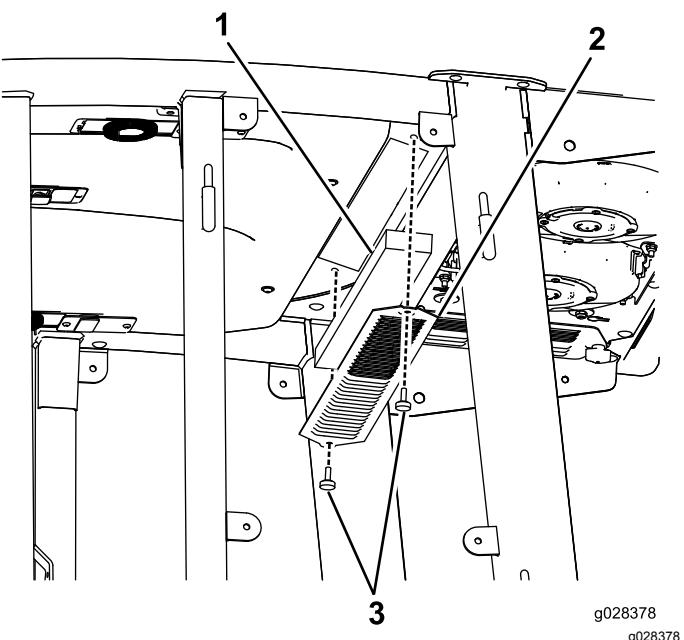
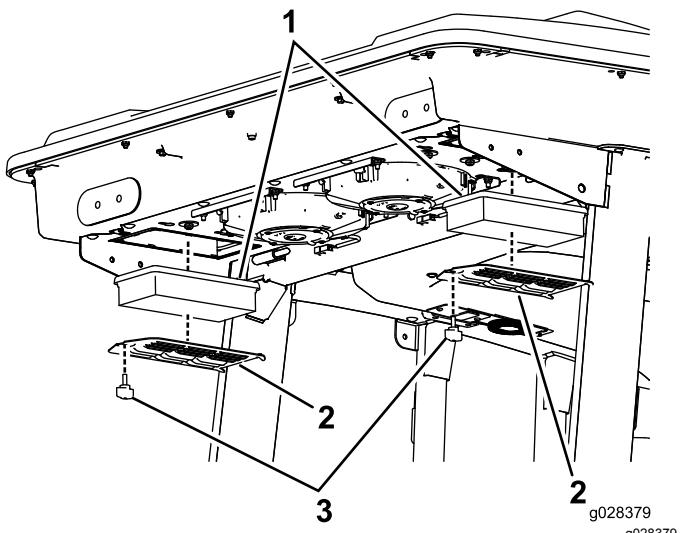
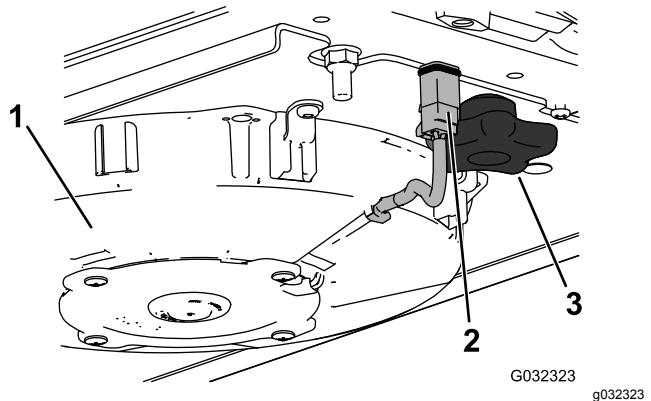
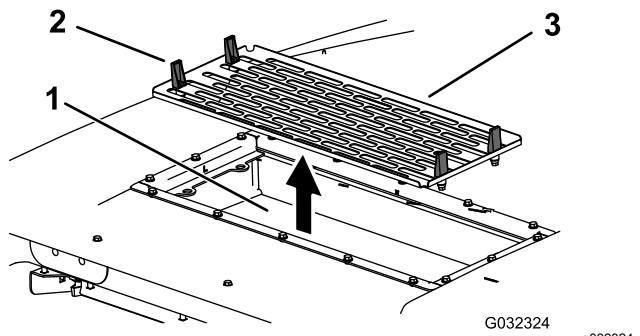

Figura 130
Figura 131
Figura 132
Figura 133
- Retire los tornillos y las rejillas que cubren el filtro interior y el trasero de la cabina (Figura 130 y Figura 131).
4. Retire los filtros de aire (consulte Figura 131).
6. Instale los filtros de aire, la rejilla y el conjunto del ventilador (Figura 131, Figura 132 y Figura 133).
7. Conecte el cable de cada ventilador (Figura 132).